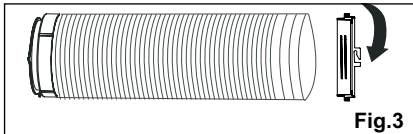

Fig.3
2. Prolungare l'altro lato del tubo e avvitarlo al connettore B (Fig.3).